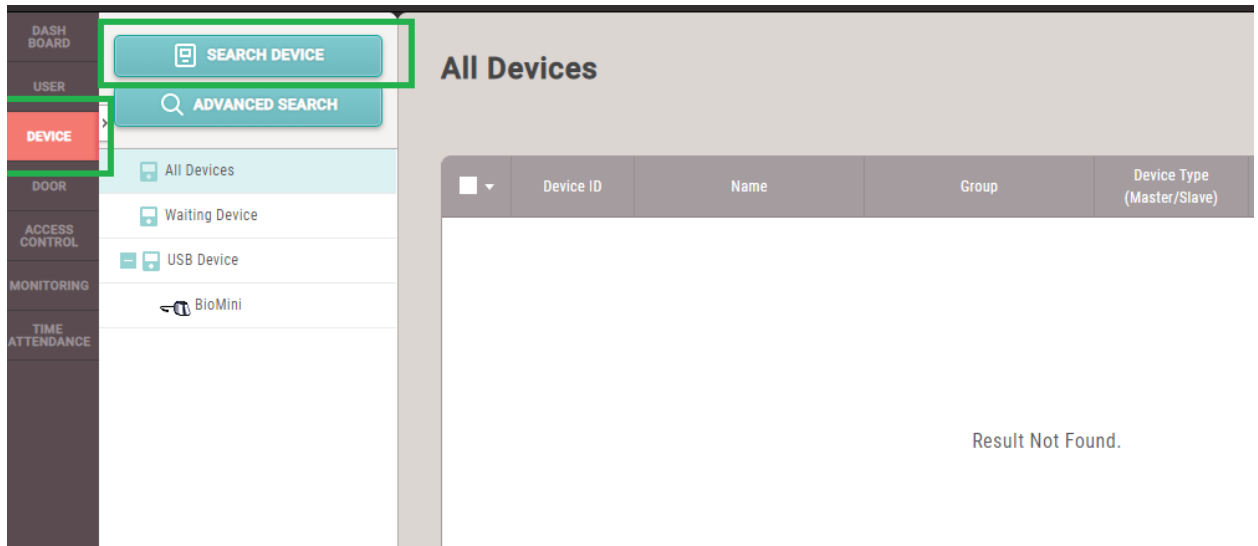

Рис. 4. Окно устройств BioStar 2
5. Перейдите в меню DEVICE и нажмите на кнопку SEARCH DEVICE (Рис. 4).